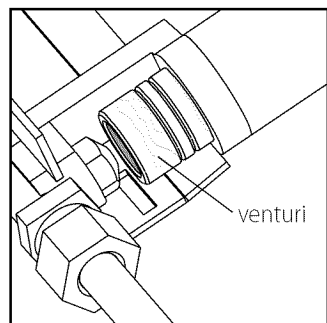

figure 2
- 8 Remise en marche du venturi (voir figure 2) :